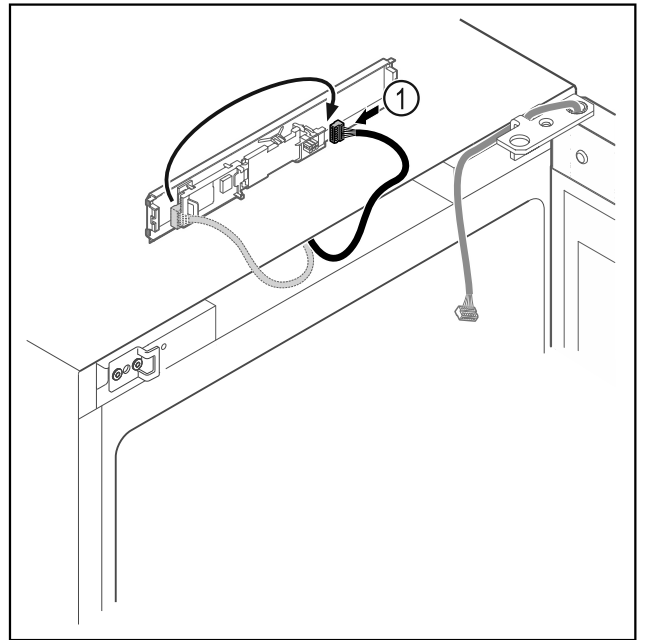

Fig. 15
- ▶ Sett pluggen Fig. 15 (1) om på kretskortet.